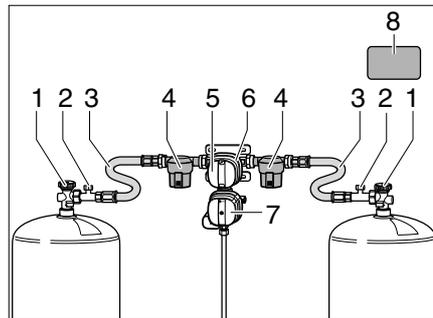
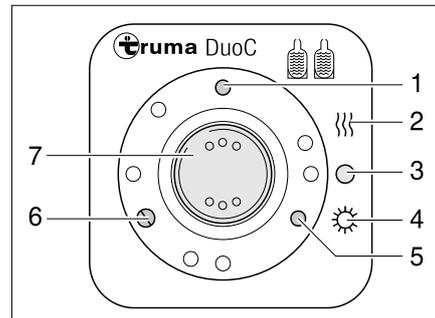
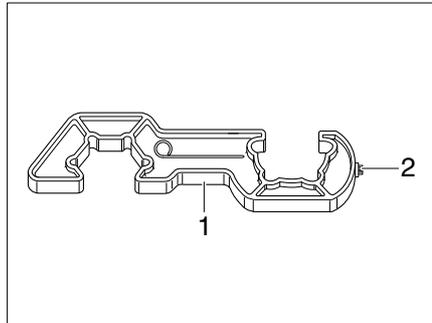
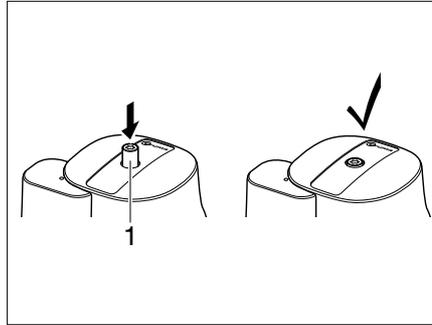

Bild 85 DuoControl-Umschaltanlage
Bild 86 Bedieneinheit
Bild 88 Schraubhilfe
Bild 89 Crashsensor
Die DuoControl-Umschaltanlage besteht aus einem Umschaltventil (Bild 85,6) und der Bedieneinheit (Bild 86). Das Umschaltventil ist zwischen den Hochdruckschläuchen (Bild 85,3) montiert. Mit dem Drehknopf (Bild 85,5) am Umschaltventil kann bestimmt werden, welche der Gasflaschen als Betriebsflasche und welche Gasflasche als Reserveflasche verwendet wird.
Das Umschaltventil (Bild 85,6) ist mit der Regler-Enteisungsanlage EisEx ausgestattet. So werden Störungen der Gasanlage im Winter vermieden.
Vor dem Umschaltventil befinden sich auf jeder Seite ein Gasfilter (Bild 85,4), der die Gasanlage vor Verölung und Verunreinigungen schützt.
An der Bedieneinheit (Bild 86) können nur die elektrischen Funktionen geschaltet werden. Die Haupt-Absperrentile (Bild 85,1) der Gasflaschen müssen von Hand geöffnet werden.
Das Umschaltventil gewährleistet einen konstanten Gasdruck, unabhängig davon, welche Gasflasche Gas liefert. Die zwei Kontroll-Leuchten an der Bedieneinheit zeigen den Füllstand der Betriebsflasche an. Wenn die grüne Kontroll-Leuchte (Bild 86,6) leuchtet, ist die Betriebsflasche voll. Wenn die rote Kontroll-Leuchte (Bild 86,5) leuchtet, ist die Betriebsflasche leer. Die Gasversorgung erfolgt dann über die Reserveflasche.
- Die Haupt-Absperrventile (Bild 85,1) an den Gasflaschen öffnen.
- Mit dem Drehknopf (Bild 85,5) am Umschaltventil (Bild 85,6) die Gasflasche wählen, der vorrangig das Gas entnommen werden soll (Betriebsflasche). Den Drehknopf immer bis zum Anschlag drehen.
- Den Wippschalter (Bild 86,7) auf "O" (Bild 86,3) stellen. Die gelbe Kontroll-Leuchte (Bild 86,1) erlischt.
- Die Haupt-Absperrventile (Bild 85,1) an den Gasflaschen schließen.
Die Kontroll-Leuchten an der Bedieneinheit (Bild 86,5 und 6) signalisieren im Fahrzeuginneren, ob die Betriebsflasche betriebsbereit ist.
Wenn die grüne Kontroll-Leuchte (Bild 86,6) während des Betriebs erlischt und die rote Kontroll-Leuchte (Bild 86,5) aufleuchtet, ist die als Betriebsflasche gewählte Gasflasche leer und muss gewechselt werden. Die Reserveflasche versorgt die Gasverbraucher weiterhin mit Gas.
- ▷ Zum An- und Abschrauben der Hochdruckschläuche die beiliegende Schraubhilfe (Bild 88,1) verwenden. Sie gewährleistet das nötige Anzugsmoment und verhindert Beschädigungen an der Verschraubung durch falsches Werkzeug.
- Das Haupt-Absperrventil (Bild 85,1) an der leeren Gasflasche schließen.
- Den Hochdruckschlauch (Bild 85,3) mit der Schraubhilfe (Bild 88) von der Gasflasche abschrauben.
- Die volle Gasflasche an den Hochdruckschlauch (Bild 85,3) anschließen.
- Das Haupt-Absperrventil (Bild 85,1) an der Gasflasche öffnen.
- Den Drehknopf (Bild 85,5) am Umschaltventil (Bild 85,6) mit einer halben Umdrehung so einstellen, dass die eben gewechselte Gasflasche als Reserveflasche dient.
- Knopf (Bild 85,2) für die Schlauchbruchsicherung am Hochdruckschlauch drücken, um sie zu aktivieren.
- Ggf. den Rückstellknopf (Bild 89,1) am Crashsensor drücken.
- ▶ Sicherheitsaufkleber (Bild 85,8) im Gaskasten beachten.
- Mit dem Torx T20 (Bild 88,2) an der Schraubhilfe den Entsicherungsknopf (Bild 89,1) eindrücken, leicht im Uhrzeigersinn drehen und 5 Sekunden lang halten.
Der Crashsensor ist betriebsbereit, wenn der Entsicherungsknopf (Bild 89,1) in der versenkten Stellung bleibt.
- Nach dem Wechsel der Gasflasche grünen Knopf (Bild 85,2) am Hochdruckschlauch (Bild 85,3) kräftig drücken.